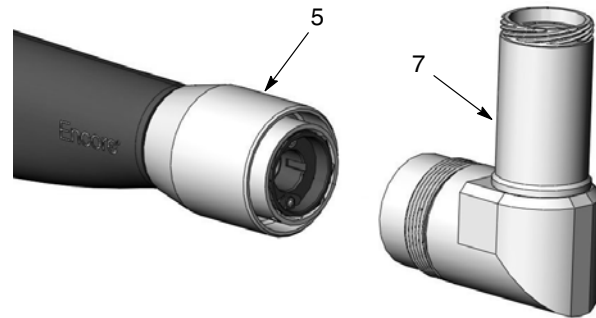

Figura 6 Instalación de la extensión en la pistola de aplicación
- Ver la figura 6. Instalar la extensión (7) en la pistola, según la orientación deseada, y luego enroscar la tuerca del cuerpo (5) en la extensión. Apretar la tuerca a mano.
3. Ver la figura 6. Desenroscar la tuerca del cuerpo y extraer la extensión de la pistola de aplicación.
1. Ver la figura 6. Instalar el cuerpo de extensión en la pistola, según la orientación deseada, y luego enroscar la tuerca del cuerpo en la extensión. Apretar la tuerca a mano.